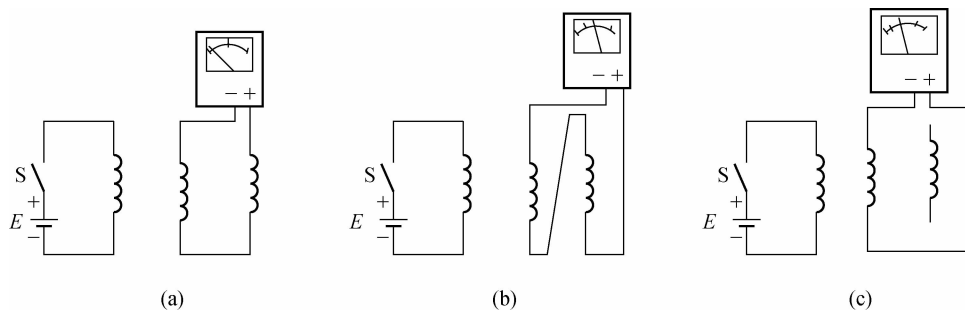

图 3-27 用低压直流电源和万用表测定定子绕组的首尾端
(3)将另一相绕组与直流电源相接,做短暂的接通与断开,如图3-27(a)所示。
(5)将确定出首尾端的一相绕组与未知首尾端的一相绕组相串联,再接万用表。将已确定出首尾端的另一相绕组接电源,如图3-27(b)所示。重复步骤(4)的实验过程,就可以确定出未知一相绕组的首尾端。
(6)如图3-27(c)所示,将万用表较小量程的毫安挡与任意一相绕组的两出线端相连,再把另一相绕组的两出线端通过开关S接电源,并先指定准备接电源的“+”端的绕组出线端为首端,接“-”端的绕组出线端为尾端。当电源开关S闭合时,若万用表的指针右摆,则与